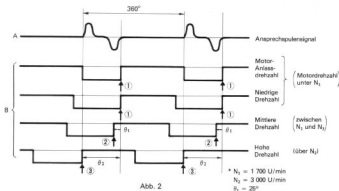

Abb. 2
Wenn sich der im System-Blockdiagramm oben gezeigte Signalrotor dreht, wird das Signal "A" in der Abnehmerspule erzeugt. Dieses Signal wird in der Zündeinheit in der Signal-Wellenform "B" umgewandelt. Der Zündzeitpunkt wird in Abhängigkeit zur Motordrehzahl gesteuert, wie in Abb. 2 gezeigt. Wenn die Motordrehzahl niedriger ist als  $N_1$ , entspricht die in der Zündeinheit erzeugte Zündfolge der Form ①. Sie verändert sich zur Form ②, wenn die Motordrehzahl  $N_1 \sim N_2$  wird. Im Stadium ② ist der Verstellwinkel  $\theta_1$ . Wenn die Motordrehzahl über  $N_2$  liegt, entspricht die Vorzündung der Wellenform ③. Darüber hinaus verändert sich die Vorzündung nicht mehr. Der größtmögliche Verstellwinkel beträgt  $\theta_2$ .